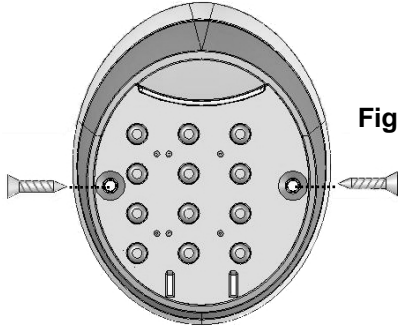

Figure 3
- d) Joint the keyboard to the base by means of the suitable screws (Figure 3).
In order to replace the batteries, remove the keyboard from the base unscrewing the two screws (Figure 3). Switch OFF the keyboard placing the Jumper between the contacts B and C (Figure 2). Replace the batteries observing the polarities (Figure 2). Repeat the operation from point C.
- d) Appliquer le clavier à la base avec les vagues spéciales (Figure 3).
Pour la substitution des piles, enlever le clavier de la base en dévissant les deux vagues (Figure 3). Éteindre le clavier en positionnant le Jumper entre les points B et C (Figure 2). Remplacer les piles en respectant les polarités (Figure 2). Répéter l'opération du point C.